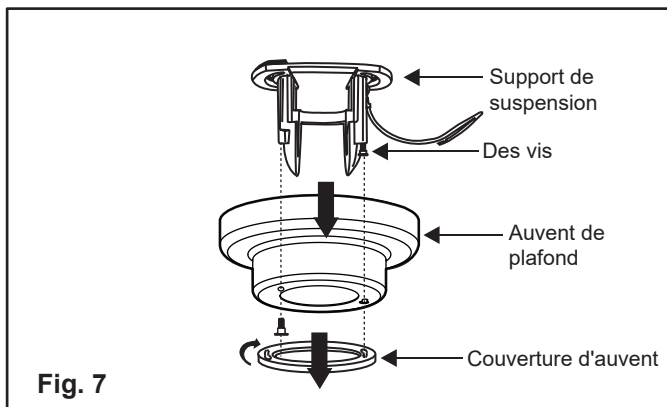

Fig. 7
1. Retirez le couvercle de l'auvent en tournant le couvercle dans le sens inverse des aiguilles d'une montre. Retirez le support de suspension de l'auvent en retirant l'une des 2 vis du bas du support de suspension et en desserrant l'autre d'un demi-tour de la tête de vis. Cela vous permettra de retirer le support de suspension. (Fig.7)